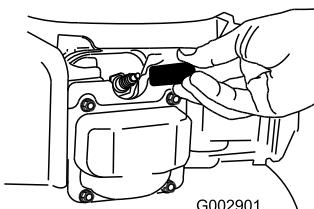

Bild 37
- Ziehen Sie das Zündkabel von der Zündkerze (Bild 37) ab, bevor Sie Wartungsarbeiten ausführen.